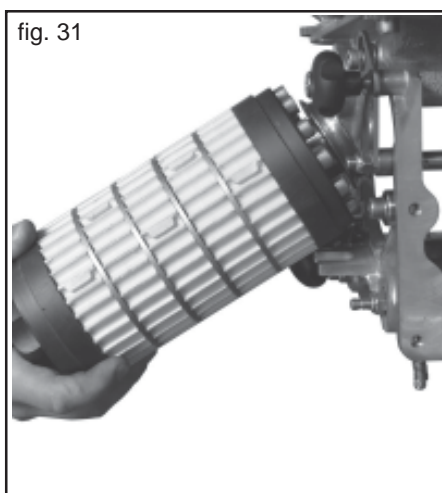

fig. 31
- 2) Extraire le roulement de encencement (Fig. 31) comme décrit et indiqué précédemment.